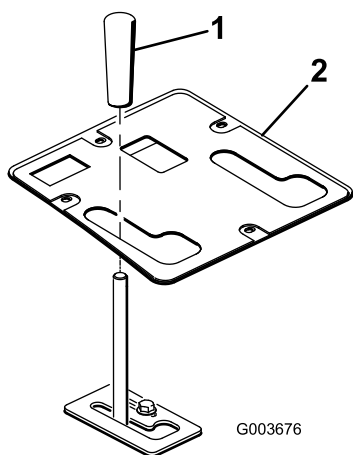

Figura 18
10. Fixe o painel de controlo no local com os dispositivos de fixação previamente removidos (Figura 18).
11. Instale o manipulador na alavanca de elevação (Figura 18).